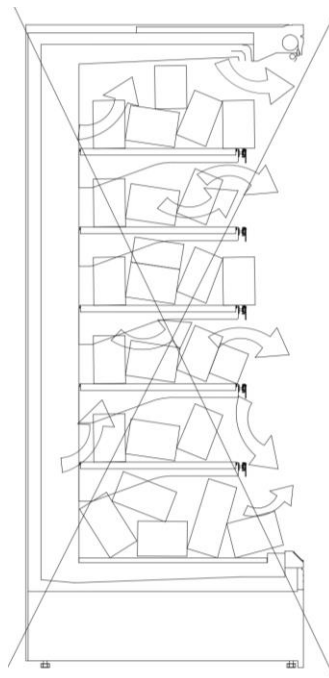

Abb. 2.6.1
Das Kondenswasser, das beim Abtauen entsteht, wird durch das Warmgassystem entfernt. Das Wasser wird durch eine Leitung mit Siphon dem Verdampfungsbehälter zugeführt, der auf der Motorplatte angeordnet ist (Abb. 2.6.1). Beim Betrieb des Kühlmöbels durchströmt das vom Verdichter austretende Gas die Kupfer-Rohrschlange im Verdampfungsbehälter und bewirkt dadurch die Verdampfung des angesammelten Wassers. Der Abfluss des Möbels besteht aus einer Ablaufgarnitur 1" Gas - \varnothing 32 mm und aus einem Ablaufrohr mit Innen \varnothing 32 mm.
- Darauf achten, dass die Luftauslass- und -rückführungsöffnungen nicht durch die Produkte, ihre Verpackungen oder Behälter verschlossen werden, um Funktionsstörungen des Verflüssigersatzes zu vermeiden (Abb. 2.6.1).